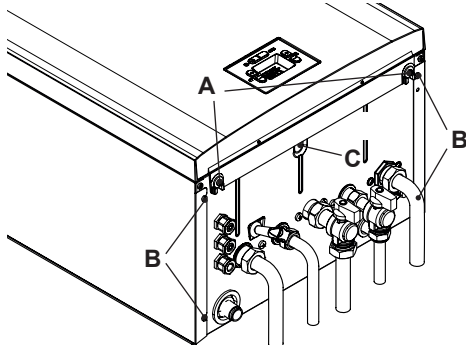
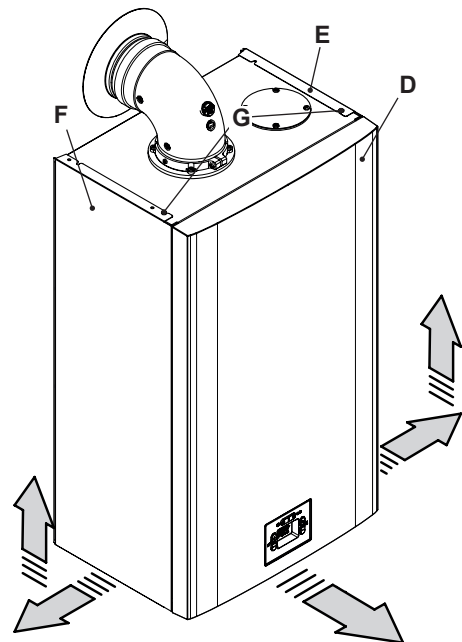

Figura 9.1
Figura 9.2
superiori (Figura 9.1 e Figura 9.2).
Allentare le viti **B** e **G** in Figura 9.1 e Figura 9.2 quindi togliere i due pannelli laterali **E** e **F** tirandoli verso l'esterno e in avanti in modo da liberarli dalle sedi posteriori.
- Svitare la vite **C** in (Figura 9.1).